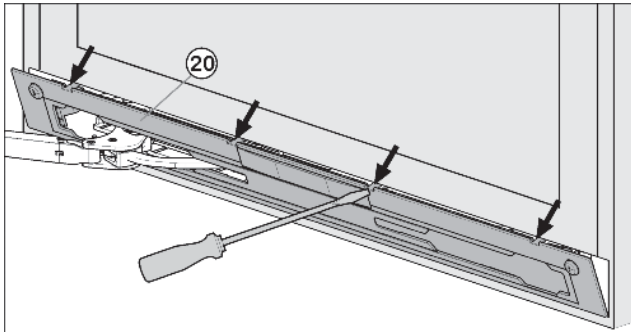

Fig. 9
- ▶ Déclipser le panneau Fig. 9 (20) à l'aide d'un tournevis à fente, puis le retirer.